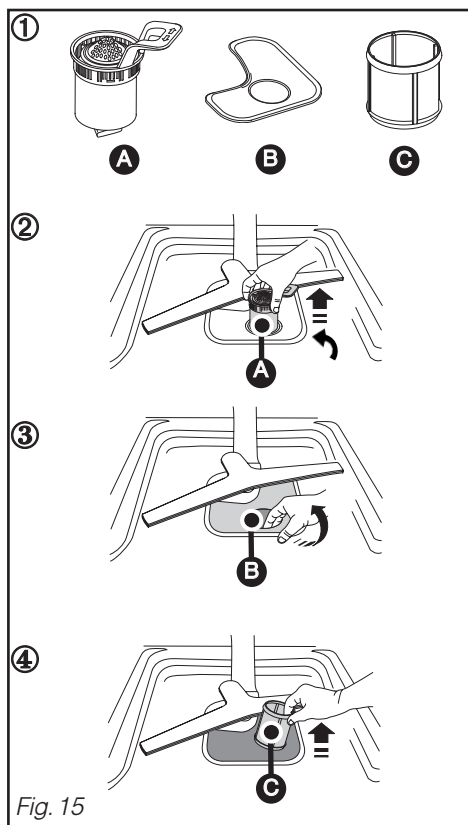
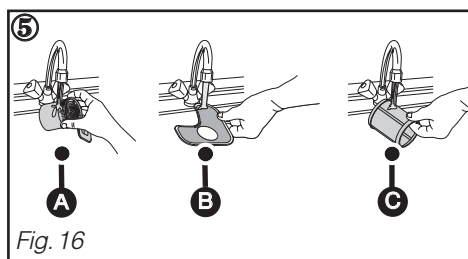

Fig. 15
Fig. 16
- ① Avant le démontage des filtres, retirez les déchets posés sur le grand filtre principal Ⓑ à l'aide d'une éponge pour éviter que ces déchets ne bouchent les bras d'aspersion. Orientez le moulinet comme sur le dessin. (Fig. 15)
- ② Dévissez d'un quart de tour le filtre à déchets puis le retirer Ⓐ .
- ③ Retirez le filtre principal Ⓑ .
- ④ Retirez le tamis micro filtre Ⓒ .
- ⑤ Nettoyez soigneusement les filtres Ⓐ , Ⓑ et Ⓒ sous l'eau courante. (Fig. 16)